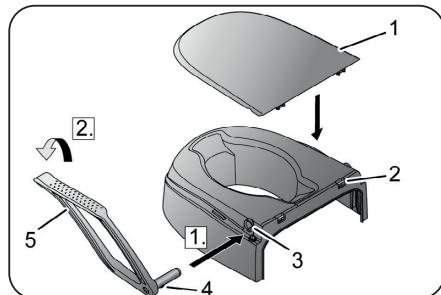

Fig. 8
1. Insérez l'accoudoir (5, figure 8) dans l'ouverture latérale (3, figure 8) du corps. La barrette (4, figure 8) située sur l'axe de l'accoudoir doit alors glisser dans la rainure du corps.
1. Placez le couvercle (1, fig. 8) sur le corps de manière à ce que les crochets du couvercle soient en contact avec les entretoises (2, fig. 8) du corps.